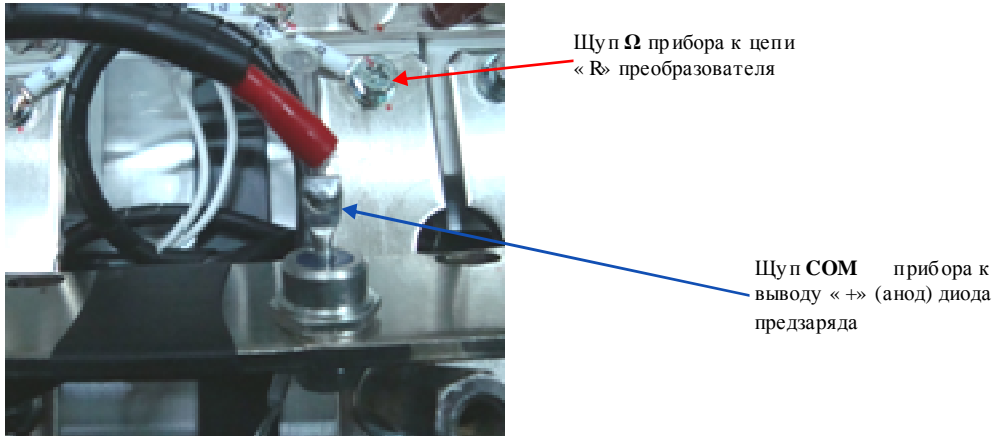

Рис. 4.15.
4.10.4. Проверить резисторы предзаряда (рис. 4.15), подсоединя мультиметр в режиме измерения сопротивления к цепи «R» и к выводу «+ (анод)» диодов предзаряда. Показания прибора должны быть в пределах  $60 \text{ Ом} \pm 10\%$ . При иных показаниях прибора резистор предзаряда считается неисправным и подлежит замене.